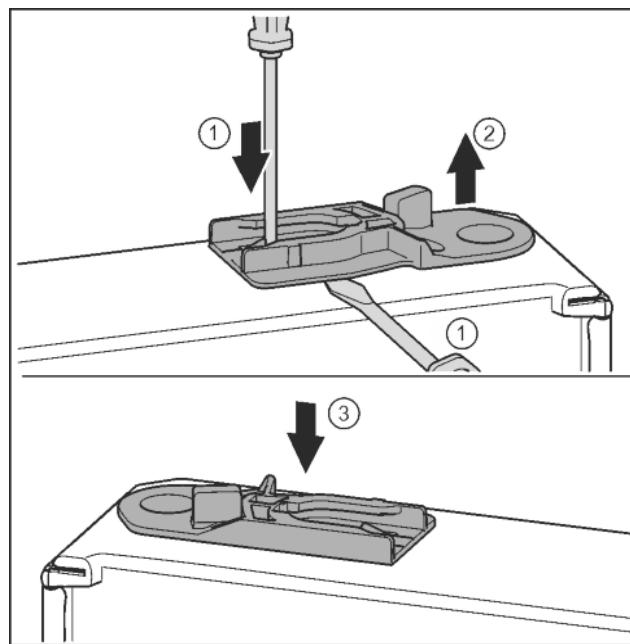

Fig. 34
- ▶ Извлечь направляющее гнездо: нажать накладку шлицевой отверткой и одновременно переместить ее шлицевой отверткой под направляющее гнездо. Fig. 34 (1, 2)
- ▶ Прилагаемое при поставке направляющее гнездо вставить на другой стороне корпуса. Fig. 34 (3)